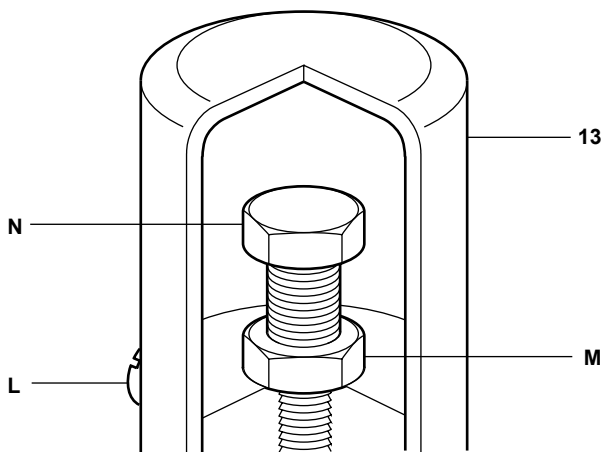

图5
-拧下两个螺栓 (L，图5) 取下调节头盖 (13)，松开锁紧螺母 (M)。